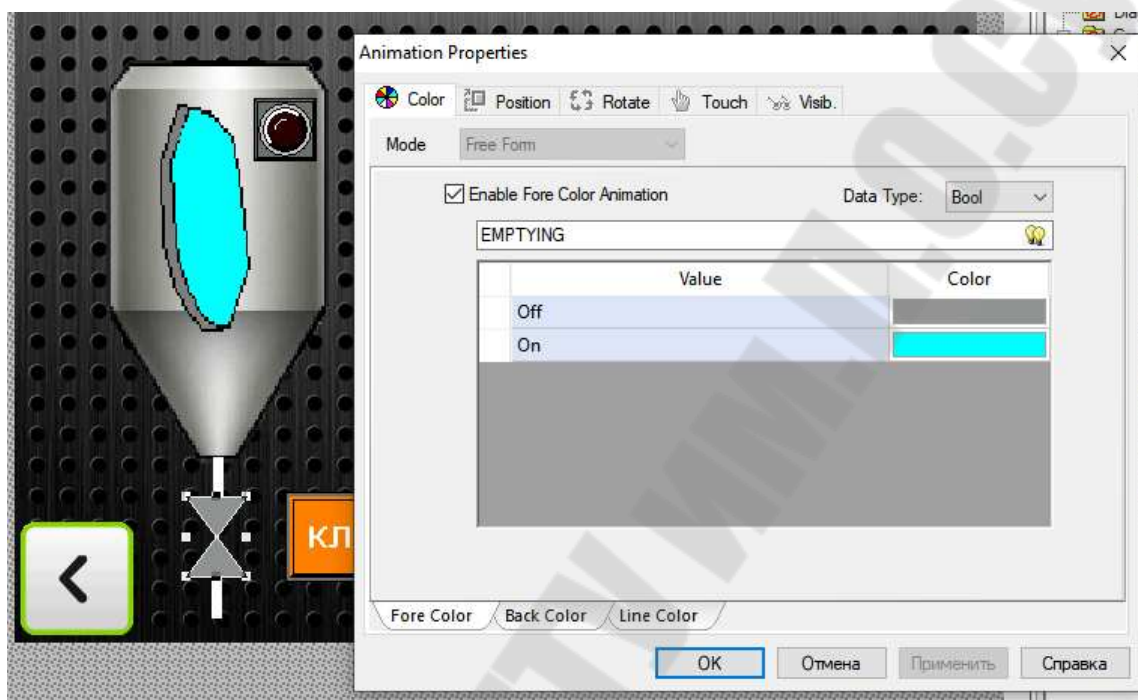

Рис. 17.6. Создание анимации клапана
6. Для изображения донного клапана воспользуемся инструментами *Normal Line* и *Polygon* панели инструментов *Graphical Tools*. Создадим анимацию клапана, связав его с переменной *EMPTYING*, и выбрав различные цвета для открытого и закрытого состояния (рис. 17.6).